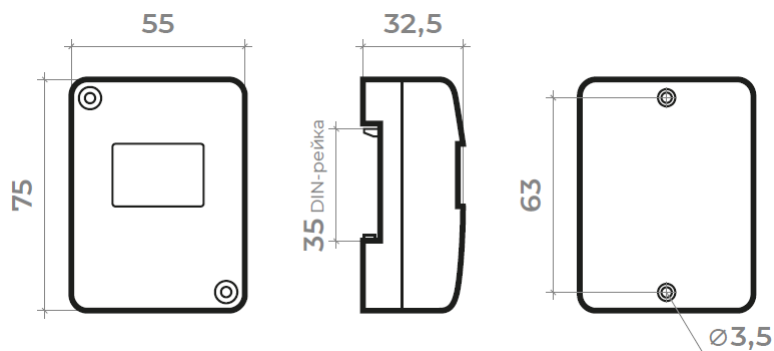
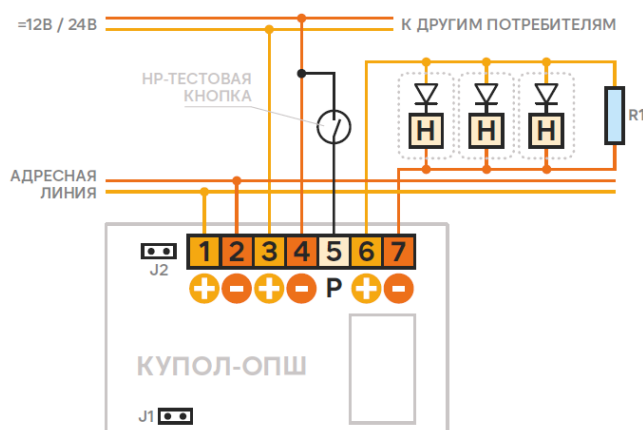

Рис.1. Габаритные и установочные размеры модуля.
Рис.2. Схема подключения устройств пожарной автоматики или оповещения.
1.6. Режимы работы модуля задаются с помощью двух джамперов (см.рис.2):
1.7. Для проверки схемы подключения шлейфа управления используется тестовая кнопка (см. рис.2), при срабатывании которой модуль подает питание на устройства, подключенные к шлейфу управления.
2.1.2. Габаритные и установочные размеры модуля показаны на рис.1, принципиальная схема подключения - на рис.2.